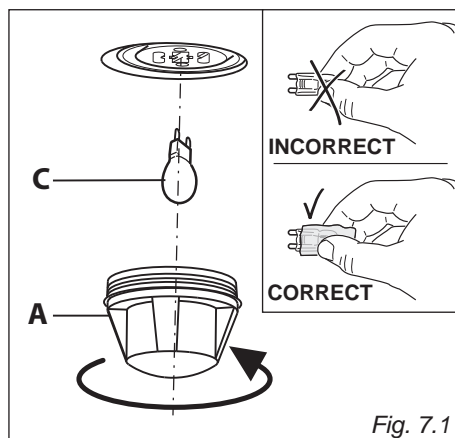

Fig. 7.1
- Retirez le couvercle de protection "A" (fig. 7.1).